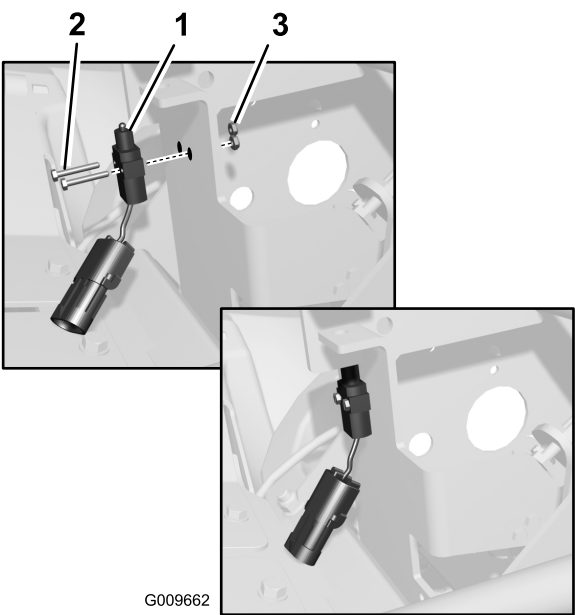

Figura 9
- Instale el interruptor del freno en el conjunto del pedal usando dos tornillos N° 6 y contratuercas (Figura 9).